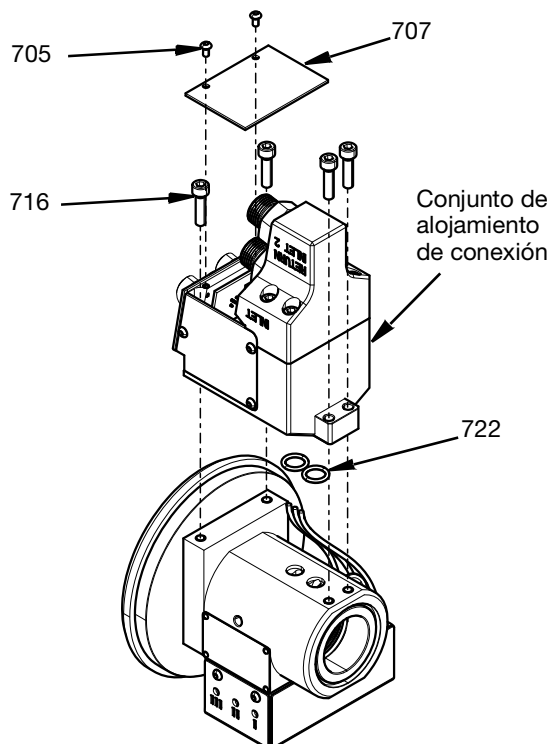

FIG. 24
4. El conjunto del alojamiento de conexión se acopla al alojamiento de la pieza giratoria con cuatro tornillos M5 (716).
Apriete a un par de 6,5 N•m (57,5 lb-pulg.). La placa de cubierta (707) se une luego con dos tornillos M3 (705). Apriete a un par de 1,35 N•m (12 lb-pulg.). Las juntas tóricas usadas (722) deben sustituirse por juntas tóricas nuevas antes de volver a montar. Consulte la FIG. 24.